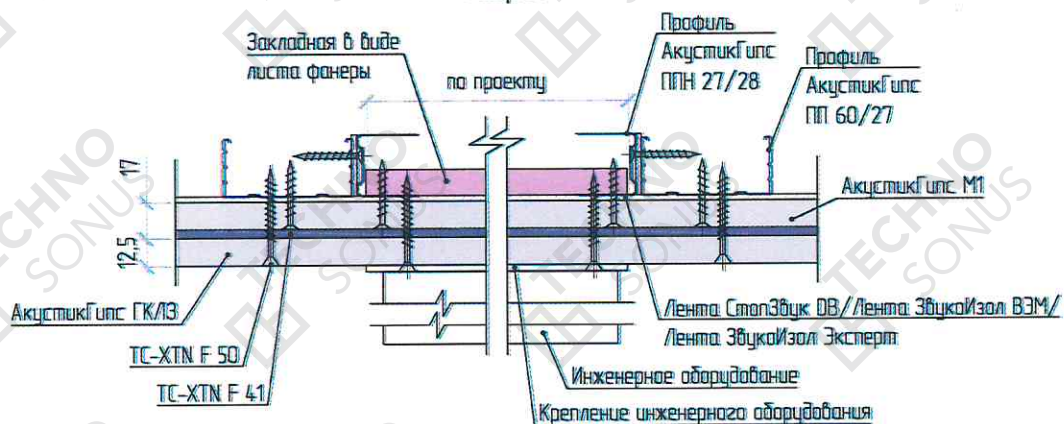

Рисунок 5 – Устройство усиления каркаса (закладные)
6.8. Установить закладные детали (рисунок 5) для крепления стационарного навесного оборудования, не превышающего установленные нагрузки на систему (пункт 7) и элементов интерьера